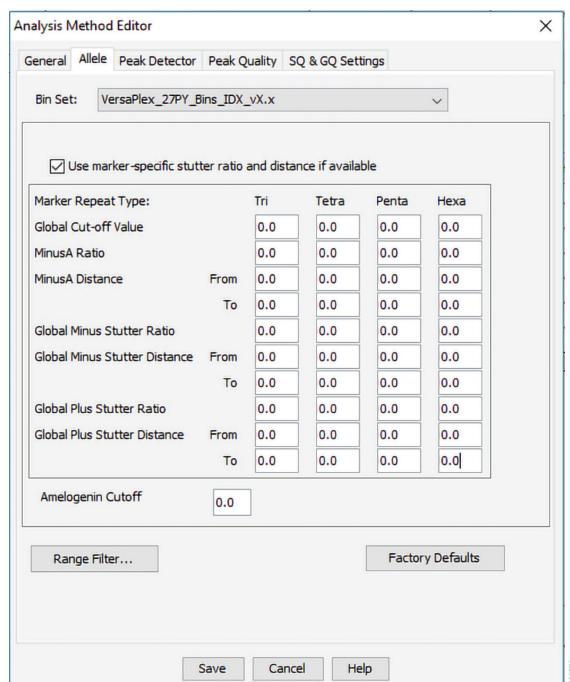

Figure 24. The GeneMapper® ID-X ‘Allele’ tab.
6. Select the ‘Allele’ tab (Figure 24).